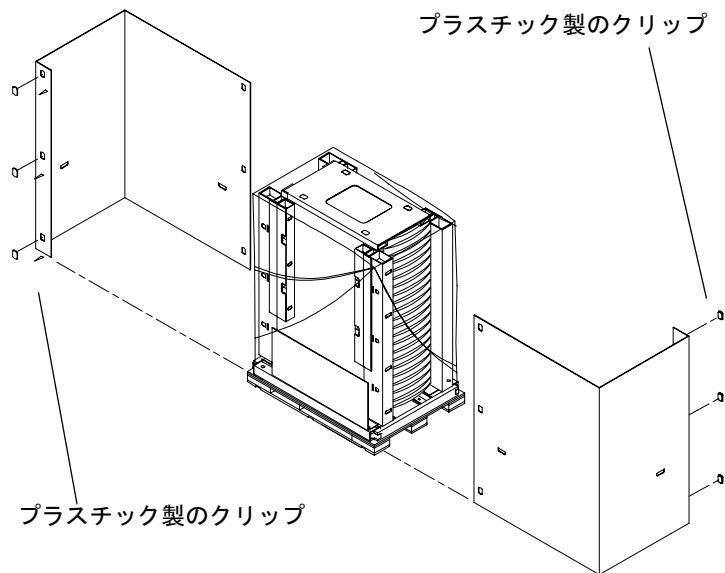

図3-2 Sun Fire キャビネットの開梱—手順2
2. 出荷用梱包箱の2つの本体枠を固定しているプラスチック製のクリップを取り外します(図3-2)。